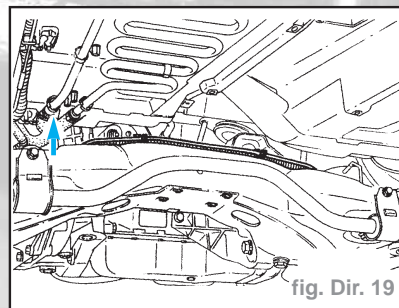

fig. Dir. 19
- Vidanger en déconnectant la durit basse pression du refroidisseur et laisser couler 15 minutes (fig. Dir. 19).